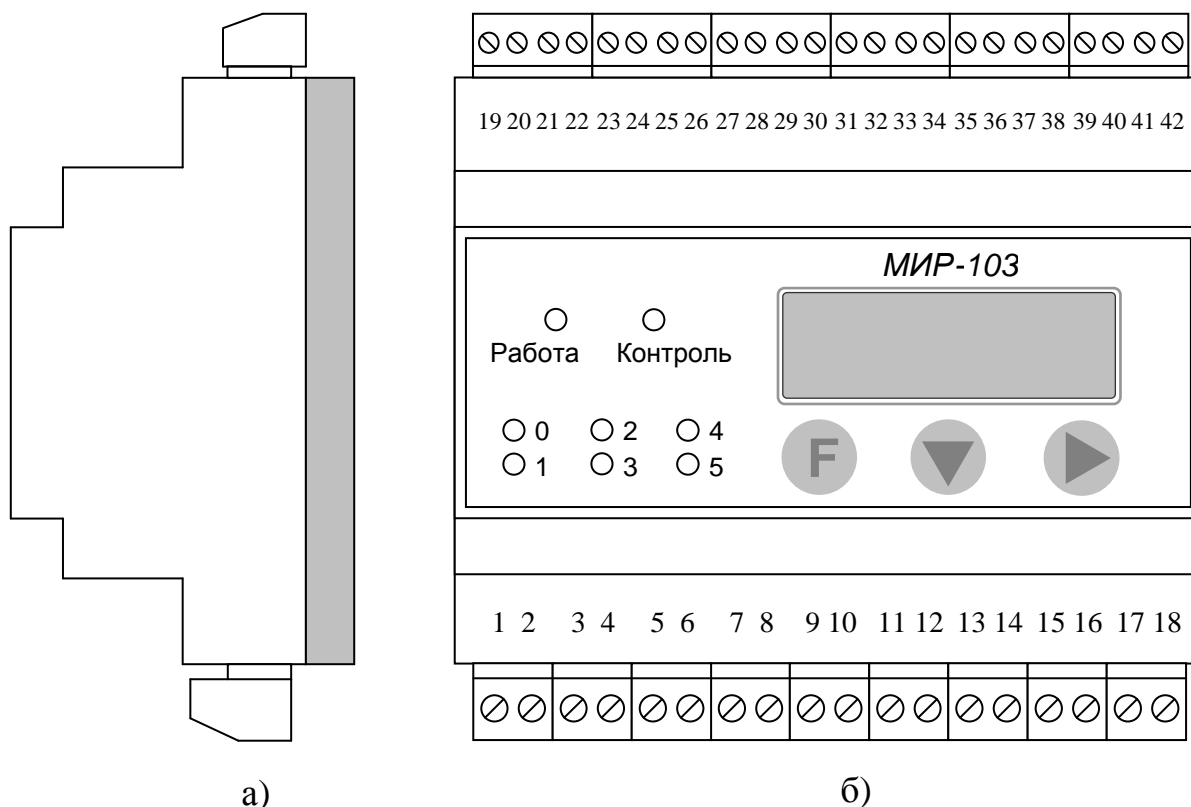

Рисунок 2.1 – Внешний вид и нумерация клемм регулятора
2.3.1.2 Конструктивно регулятор выполнен в пластмассовом корпусе типа Railtec (производство фирмы OKW). Корпус предназначен для щитового крепления на DIN-рельс. Подключение всех внешних связей, кроме интерфейса RS-232, производится к разъемным клеммным колодкам под винт, расположенным в основании торцевых стенок регулятора. Назначение клемм приведено в таблице 3.1. Подключение интерфейса RS-232 производится к порту USB компьютера с помощью адаптера USB – RS-232 Т10.00.92 через 4-контактный разъем розетки типа USB-A, расположенный под лицевой панелью прибора. Назначение контактов разъема приведено в таблице 3.2. На верхней крышке регулятора расположены органы управления и индикации – три многофункциональные кнопки, двухстрочный жидкокристаллический дисплей и 8 светодиодных индикаторов (см. рисунок 2.1).